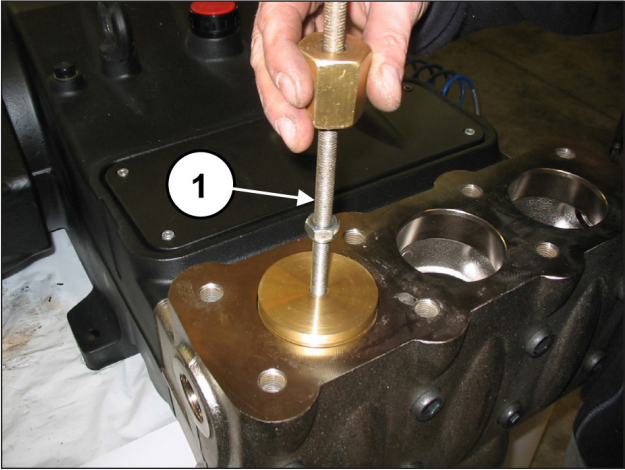

图 101
取出阀塞，将带冲击锤的提取器安装在阀塞（位置①，图 101）的M10孔上。